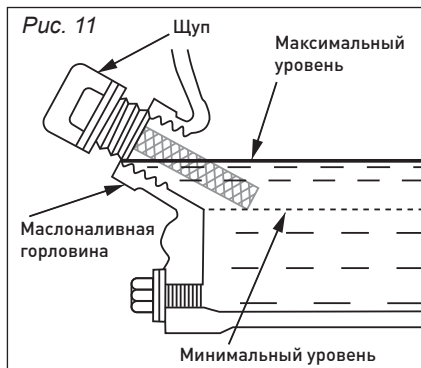

Рис. 11
4. Проконтролируйте уровень моторного масла, при максимальном уровне, моторное масло доходит до края резьбы маслозаливной горловины (рис. 11).